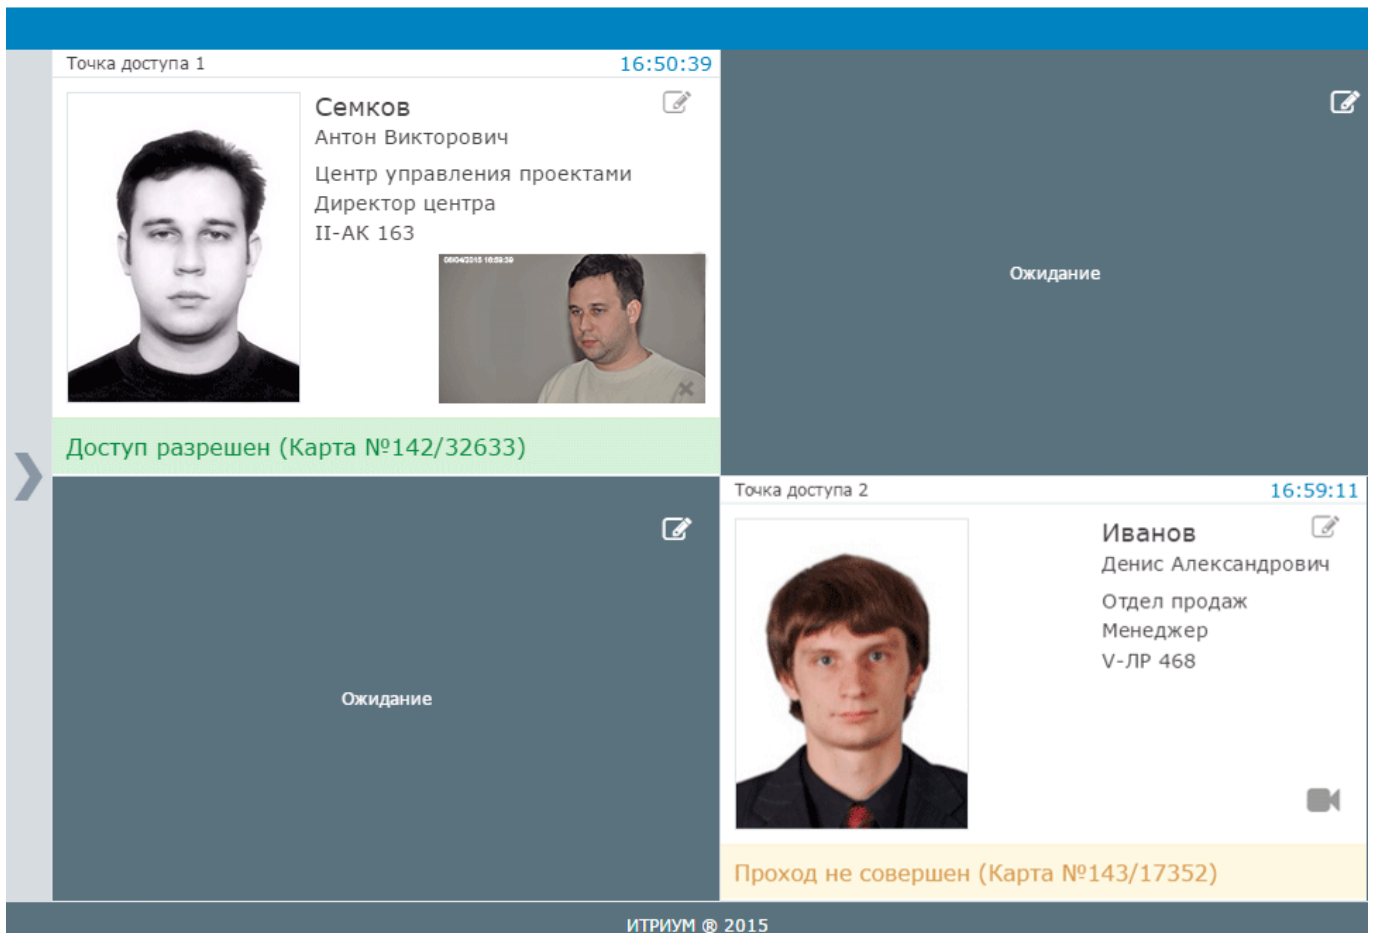

Рисунок 9.70 — Основное окно приложения «Фотоидентификация»
- Основное окно поделено на области, в каждой из которых отображаются события по выбранной точке доступа (рисунок 9.70). При наличии «привязанной» камеры, в случае запроса доступа отображается «живое видео».